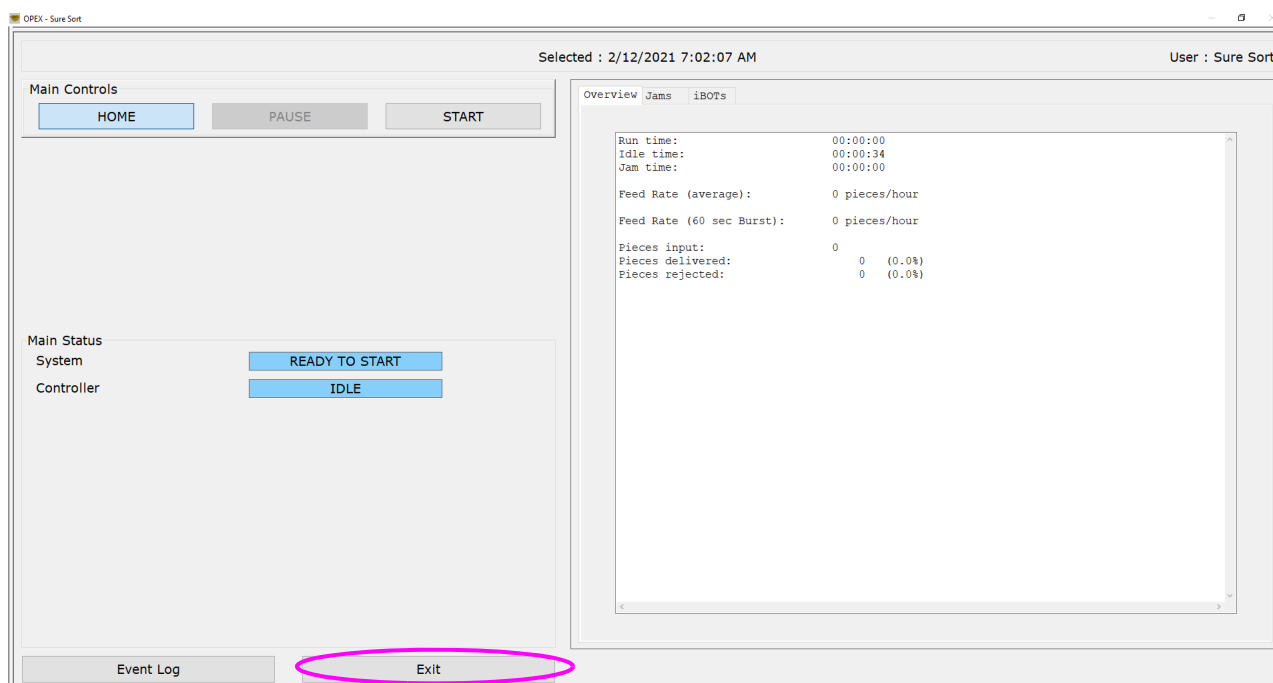

図 4-42: OPEX ホストの実行画面 – 終了
2. 実行画面を終了するには、Exit（終了）をクリックします（150ページの図4-42を参照）。